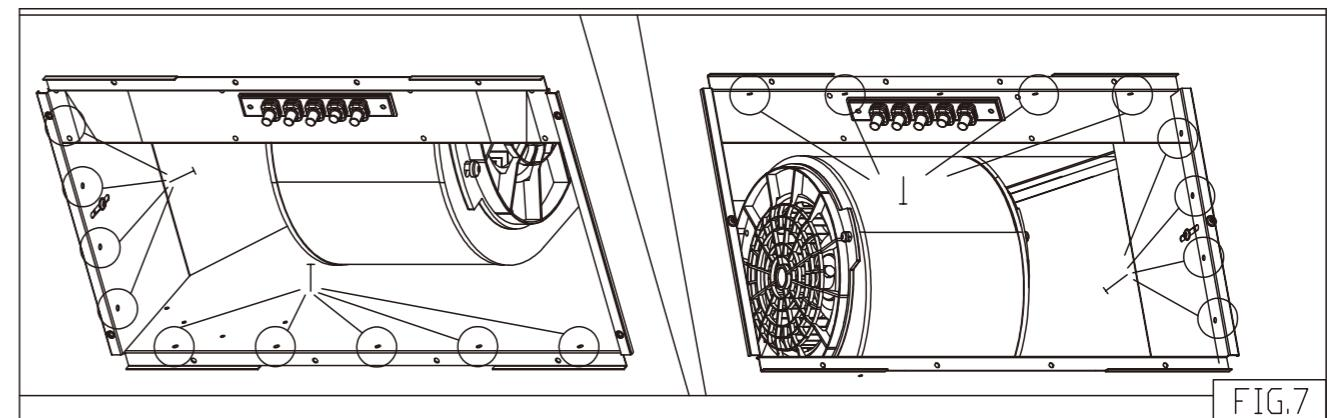

FIG.7
F. 取出附件包中其餘的木螺釘x17支，對準機體內部四周圍之孔位，將其鎖附於廚櫃上。(如圖Fig.7)所示